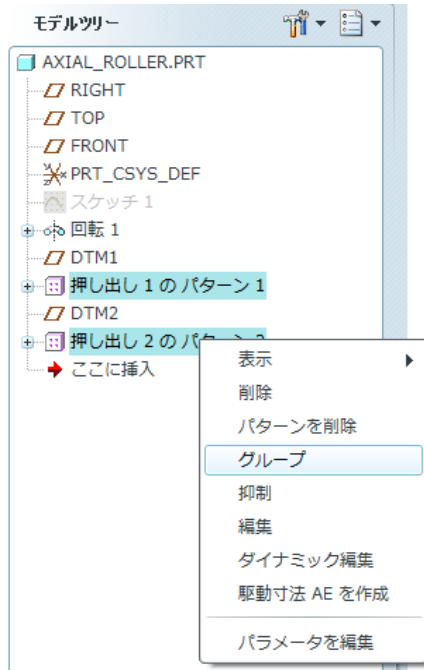

図 13-27 モデルツリー
- ・図 13-27 に示すように、モデルツリー内の「押し出し 1 のパターン 1」と「押し出し 2 のパターン 2」を、Ctrl キーを押しながらクリックして選択する。